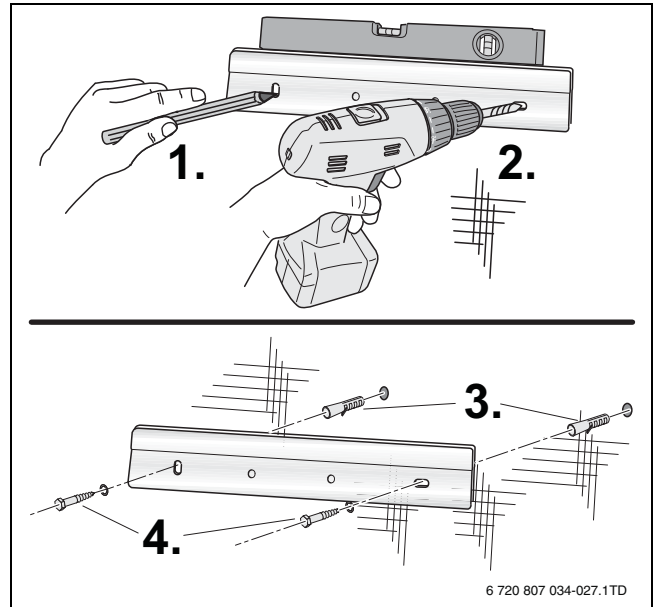

Bild 10 Wandinstallation der Aufhängeschiene
- ▶ Bohrungen mit Hilfe der mitgelieferten Aufhängeschiene markieren (→ Bild 10).